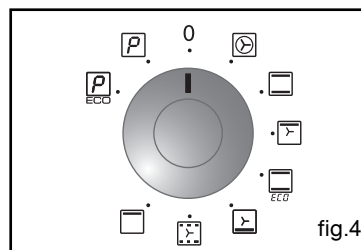

fig.4
Appuyez sur la touche "⌚" pour valider (fig.4).
- l'indicateur de durée de cuisson et 0:00 clignotent (fig.4),